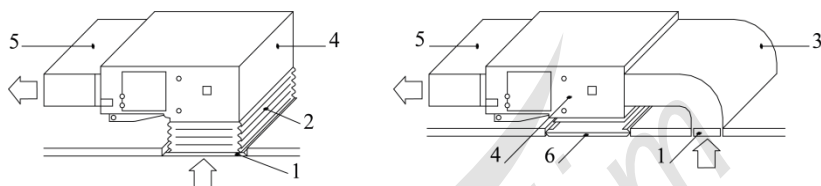

Fig.12
- e. La méthode d'installation peut être choisie en fonction des conditions du bâtiment, de l'entretien, etc., comme indiqué sur la Fig. 12.